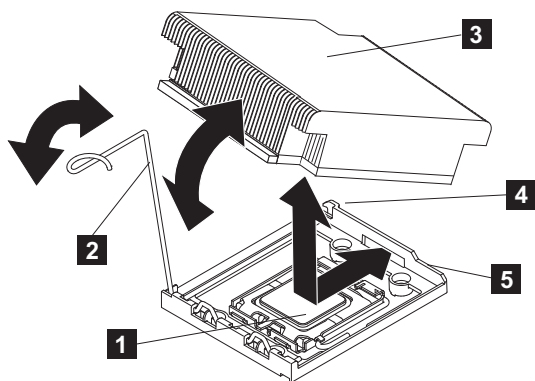

Figura 307. Instalando o Dissipador de Calor no Microprocessador do SAN Volume Controller 2145-DH8
7. Alinhe o dissipador de calor na parte superior do microprocessador, conforme mostrado na Figura 307 na página 383.